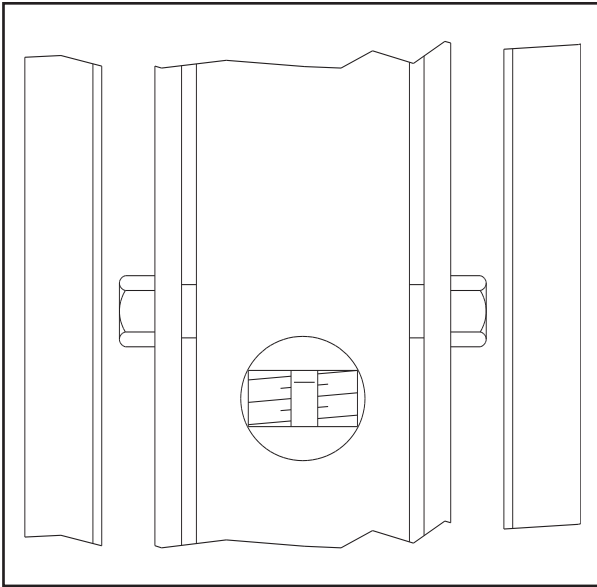

Fig.61 Abb.61
- portare i carrelli ad una altezza tale che le chiocciole si trovino in corrispondenza dei fori ricavati sui carter (Fig.61).
- raise carriages to same level as holes on side guards (Fig.61).
- placer les chariots à hauteur telle que les écrous se trouvent en regard des trous de visite pratiqués dans les carters (fig.61).
- Die Schlitten bewegen, so daß die Schnecke in Anschluß mit den auf dem Schutzgehäuse Rohren sind (Abb. 61).